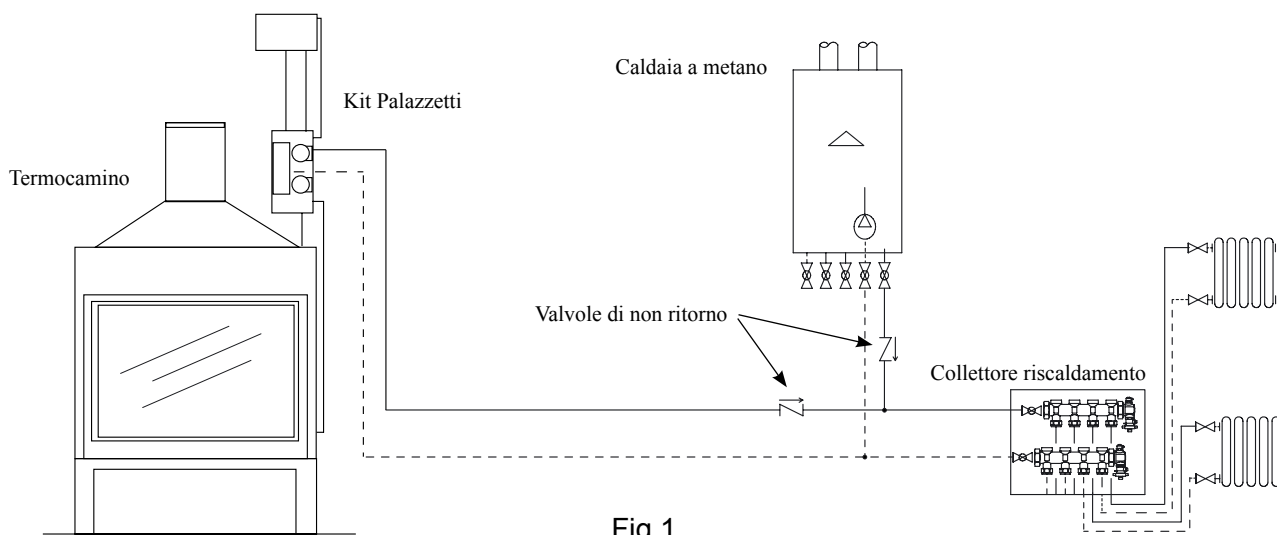

Fig.1
- A titolo di esempio, in fig.1 viene fornito una installazione tipo del kit in abbinamento ad un impianto costituito da caldaia a metano e radiatori.
- As an example, figure 1 illustrates an installation combined with a system made up of a methane gas furnace with radiators.
- À titre d'exemple, à la fig.1 est fournie une installation type du kit associée à un circuit constitué de chaudière à gaz naturel et radiateurs.